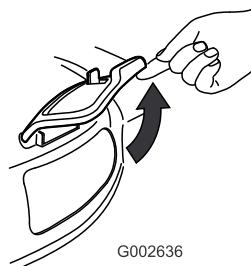

Figura 32
2. Alzate lo sportello di scarico laterale per aprirlo (Figura 32).